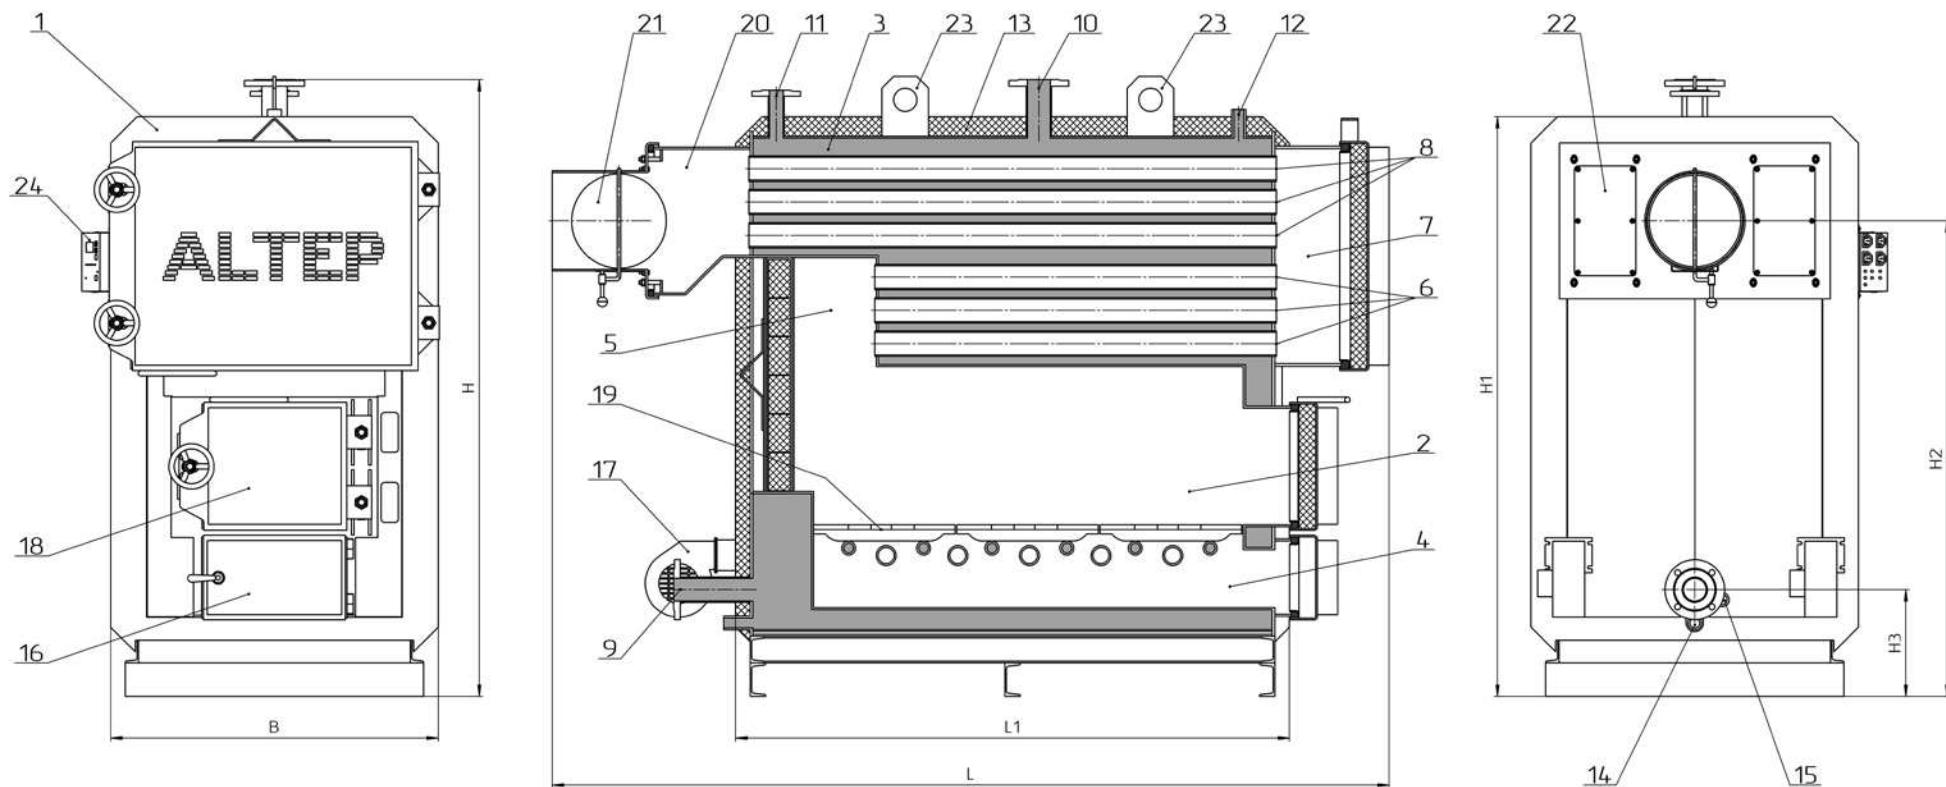

Рисунок 1 – Зовнішній вигляд та основні елементи котла
5.1 Конструктивно котел являє собою горизонтально розташовану циліндричну збірно-зварену конструкцію (рис. 1), що складається з корпусу (поз. 1, рис. 1) з камерою згоряння (топкою) (поз. 2, рис. 1).
Котел складається з таких зон: подачі повітря на горіння (поз. 4, рис. 1), топки (поз. 2, рис. 1), зони чищення котла (поз. 7, рис. 1), жаротрубного вузла (поз. 6, 8, рис. 1).
Підведення і відведення теплоносія (води) здійснюється відповідно через патрубки зворотної мережної води (поз. 9, рис. 1) і прямої мережної води (поз. 10, рис. 1).
У верхній частині корпусу котла розташовано патрубок для монтажу запобіжного клапана (поз. 11, рис. 1), а також штуцер для встановлення групи безпеки котла (поз. 12, рис. 1).
На задній стінці котла окрім патрубка зворотної мережної води розташовано штуцер для зливу води з котла (поз. 14, рис. 1) та штуцер для видалення конденсату з зони подачі повітря на горіння (поз. 15, рис. 1).
Для забезпечення якісного згоряння палива в задній частині корпусу котла змонтовані два однакові вентилятори нагнітання (поз. 17, рис. 1).
Завантаження палива проводиться через завантажувальні дверцята (поз. 18, рис. 1).
Порожнина внутрішньої обичайки утворює топочну камеру прохідного типу в якій укладено чавунні колосникові ґрати (поз. 19, рис. 1) для розміщення на них шару палива. Димові гази проходять всередині топки (поз. 2, рис. 1) і далі, через поворотну камеру (поз. 5, рис. 1), проходять всередині жарових труб (поз. 6, 8, рис. 1) після чого надходять до короба збору димових газів (димозбірника) (поз. 20, рис. 1), звідки через патрубок (боров) виводяться в атмосферу по димовій трубі.
5.3 У димозбірнику розташовано шибер тяги топочних газів (поз. 21, рис. 1) та люки для чищення (поз. 22, рис. 1).
5.4 На зовнішній поверхні корпусу котла під декоративною обшивкою закріплена теплова ізоляція (поз. 13, рис. 1).
5.5 У верхній частині котла (або на боковій стінці) змонтовано блок автоматики управління котлом (поз. 24, рис. 1). У верхній частині корпусу також розташовані такелажні елементи – провусини (поз. 23, рис. 1) – передбачені для підймання котла за допомогою вантажопідійомних механізмів.